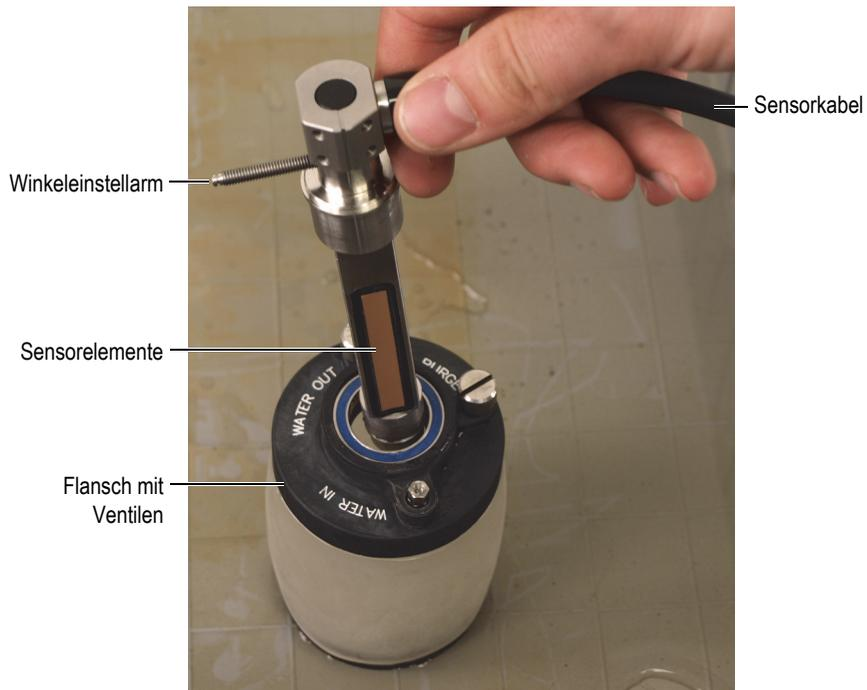

Abbildung 6-9 Einführen der Sensorachse in die Akustikrolle
1. Führen Sie die Sensorachse durch den Flansch mit den Wassersteuerventilen in die Akustikrolle ein (Abbildung 6-9 auf Seite 87).